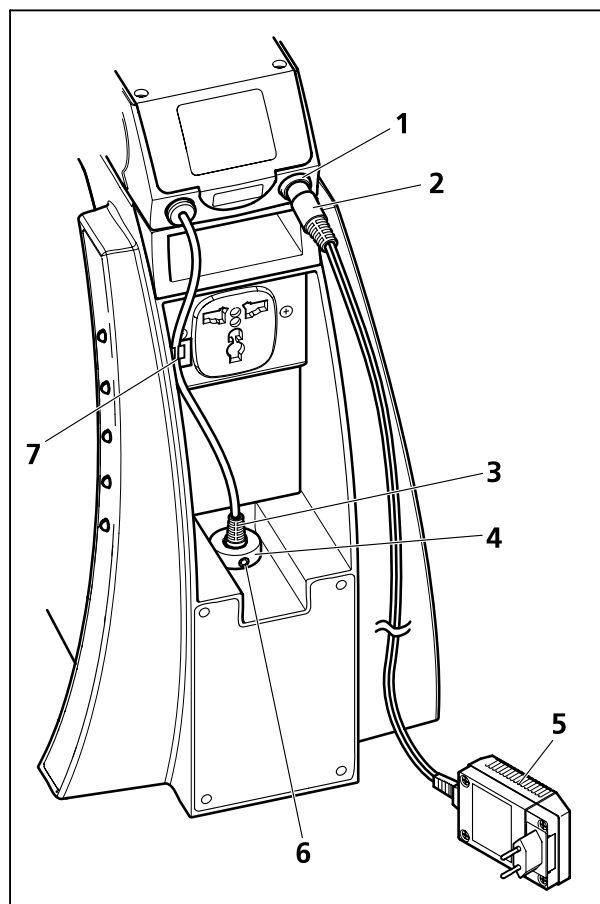

Fig. 9 Raccordement de l'alimentation
- Au dos du statif, desserrez la tige filetée (Fig. 9/6) pour extraire la fiche (Fig. 9/2) de l'adaptateur secteur (Fig. 9/5) et l'introduire dans la prise (Fig. 9/1) du dispositif d'épi-fluorescence.
- Introduisez la fiche (Fig. 9/3) du dispositif d'épi-fluorescence dans la prise (Fig. 9/4) située sur le statif et serrez la tige filetée (Fig. 9/6).
- Poussez sur le câble pour l'introduire dans le fixe-câble du dispositif d'épi-fluorescence (Fig. 9/7).